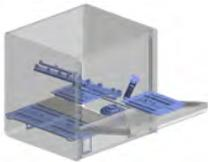

Abb. 6
- Entnehmen Sie die eventuell vorhandenen Oberflächenfilter und reinigen Sie diese mit einer Bürste unter fließendem Wasser (siehe Abb. 6).